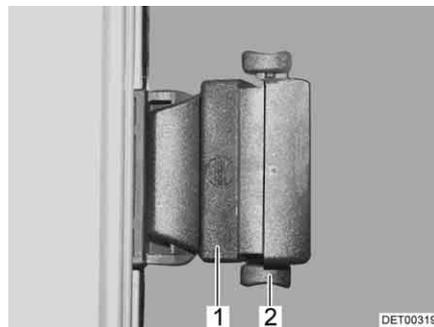

Bild 81 Schiebefenster mit Druckverriegelung
- Verriegelung (Bild 81,2) nach oben drücken.
- Griff (Bild 81,1) drücken und gleichzeitig nach vorn oder hinten schieben.